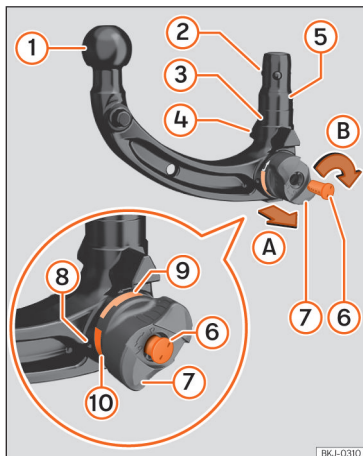

Fig. 154 Visão geral: engate amovível para reboque.
- ③ Mecanismo (bola) de bloqueio
- ④ Guias de centragem
- ⑤ Haste
- ⑥ Chave
- ⑦ Tampa da fechadura
- ⑧ Roda
- ⑨ Marca verde no engate para reboque
- ⑩ Marca vermelha na roda
3. Abra a tampa da fechadura >>> **Fig. 154 ⑦** e introduza a chave ⑥ na fechadura.
4. Rode a chave ⑥ no sentido contrário ao dos ponteiros do relógio até a seta da chave apontar para o símbolo de fechadura aberta na roda ⑧.
5. Segure o engate para reboque com uma mão. Com a outra mão, retire a roda ⑧ na direção A.
6. Rode a roda ⑧ retirada na direção B até ao limite.
8. Solte a roda ⑧.